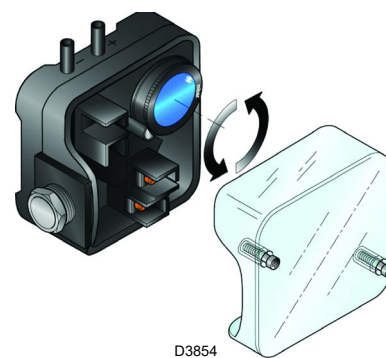

Fig. 27
- Régler le pressostat d'air (Fig. 27 à la page 27) en début d'échelle.
Effectuer le réglage du pressostat air après avoir effectué tous les autres réglages du brûleur avec le pressostat air réglé en début d'échelle (Fig. 27).